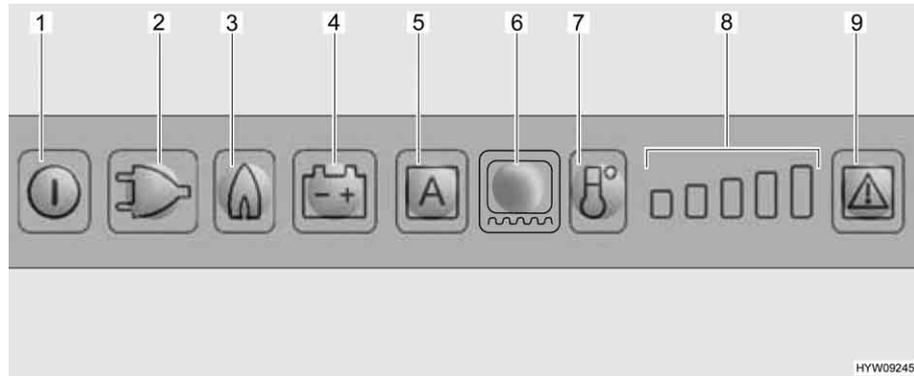

Bild 220 Kühlschranks Dometic mit LED-Bedienfeld
Beim Anwählen des Gasbetriebs wird die Zündsicherung automatisch geöffnet, so dass Gas zum Brenner strömen kann. Gleichzeitig wird der elektronische Zünder eingeschaltet. Erlischt die Gasflamme, z. B. durch einen Luftzug, wird der Zünder sofort aktiviert und zündet das Gas wieder an. Bei Störung im Gasbetrieb blinken die Leuchttasten Gas (Bild 220,3) und Störung (Bild 220,9), und es ertönt 20 Sekunden lang ein akustischer Alarm.
- Taste Ein/Aus (Bild 220,1) etwa 2 Sekunden lang drücken. Der Kühlschrank schaltet sich ein, die zuletzt gewählte Betriebsart wird angezeigt.
- Leuchttaste für die gewünschte Betriebsart (Bild 220, 2-4) oder den Automatikmodus "AES" (Bild 220,5) (nur bei Ausführung AES) drücken.
- Kühltemperatur mit der Taste Kühlstufe (Bild 220,7) einstellen. Die Kühlstufen-Anzeige (Bild 220,8) zeigt die gewählte Thermostat-Einstellung an.
- Taste Ein/Aus (Bild 220,1) etwa 2 Sekunden lang drücken.
Nach dem Einschalten wählt der Kühlschrank automatisch die mittlere Thermostat-Einstellung. Diese Einstellung kann manuell mit der Taste Kühlstufe (Bild 220,7) nachgeregelt werden. Es dauert einige Stunden, bis der Kühlschrank die normale Betriebstemperatur erreicht hat. Beim Umschalten auf eine andere Betriebsart wird die Thermostat-Einstellung beibehalten.
- Rahmenheizung für eine Dauer von 2 Stunden einschalten: Leuchttaste Rahmenheizung (Bild 220,6) einmal drücken. Ein Balken der Kühlstufen-Anzeige (Bild 220,8) leuchtet.
- Rahmenheizung für eine Dauer von 5 Stunden einschalten: Leuchttaste Rahmenheizung (Bild 220,6) zweimal drücken. Zwei Balken der Kühlstufen-Anzeige (Bild 220,8) leuchten.
- Rahmenheizung auf Dauerbetrieb stellen: Leuchttaste Rahmenheizung (Bild 220,6) dreimal drücken. Drei Balken der Kühlstufen-Anzeige (Bild 220,8) leuchten.
Die Kühlstufen-Anzeige (Bild 220,8) zeigt einige Sekunden lang die Betriebsdauer der Rahmenheizung an.
Bei einer Störung blinkt die Leuchttaste Störung (Bild 220,9). Außerdem blinkt entweder eine der Leuchttasten Betriebsart oder die Temperaturstufen-Anzeige. Zusätzlich ertönt ein akustisches Warnsignal. Hinweise zur Fehleranzeige und Fehlerbehebung siehe Kapitel 14.
- ▷ Nachdem eine Störung des Gasbetriebs behoben wurde, Leuchttaste Reset (Bild 220,9) drücken.